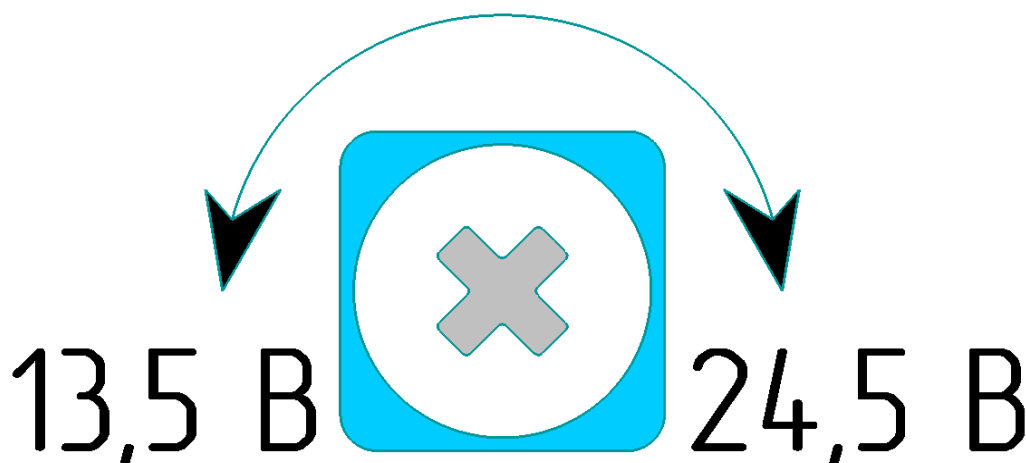

Рис.5.
- В случае если выходное напряжение не соответствует необходимому, при помощи подстроечного резистора, произвести регулировку (Рис.5).